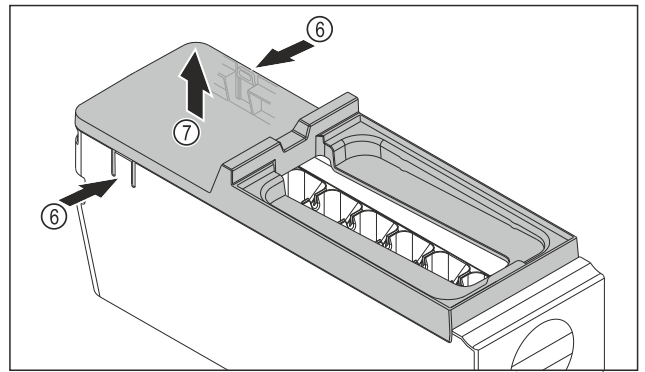

Fig. 75
- ▶ Izvadite poklopac tijela sustava EasyTwist-Ice: Pritisnite jezičke Fig. 75 (6) na obje strane tijela sustava EasyTwist-Ice jednom rukom.
- ▶ Poklopac Fig. 75 (7) drugom rukom izvucite prema gore.